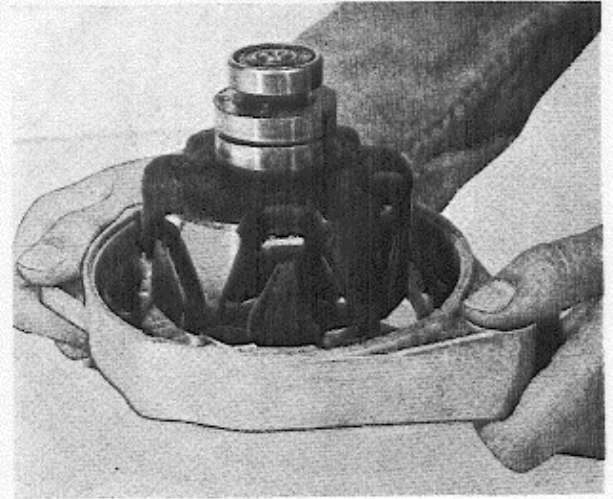

Abb. 3-7 Abbau des vorderen Lagerdeckels
6. Die drei Befestigungsschrauben im Antriebslagerdeckel lösen. Das Antriebslager wird durch Anstauchen des Wellenstumpfes auf einer Holzunterlage freigelegt, siehe Abb. 3-7.